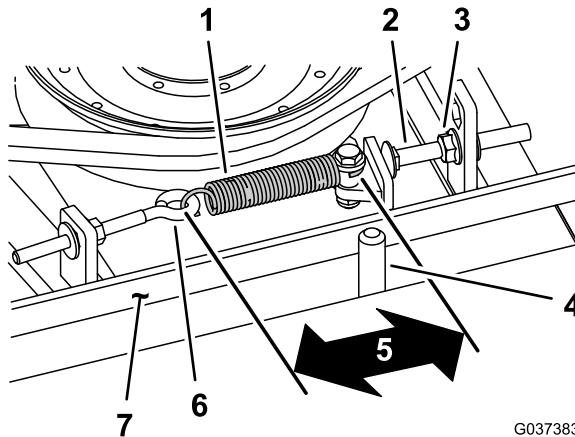

Figure 77
Lorsque le ressort d'extension est correctement tendu, l'intérieur doit mesurer (d'un crochet à l'autre) entre 8,3 et 9,5 cm (3 $\frac{1}{4}$ à 3 $\frac{3}{4}$ po). Lorsque le ressort est correctement tendu, ajustez le boulon d'arrêt (boulon de carrosserie) jusqu'à obtention d'un jeu d'environ 2 à 5 mm (0,065 à 0,185 po) entre la tête du boulon et le bras de la poulie de tension (Figure 77).
Remarque: La courroie doit être placée du côté ressort du guide (Figure 77).
2. Desserrez le boulon à œil pour pouvoir enlever le ressort d'extension (Figure 77).
3. Desserrez l'écrou à embase qui fixe le boulon d'arrêt à la patte de montage, et écartez la poulie de tension de la courroie pour détendre cette dernière (Figure 77).
9. Raccrochez le ressort d'extension (Figure 77) au boulon à œil et tendez la courroie comme suit :